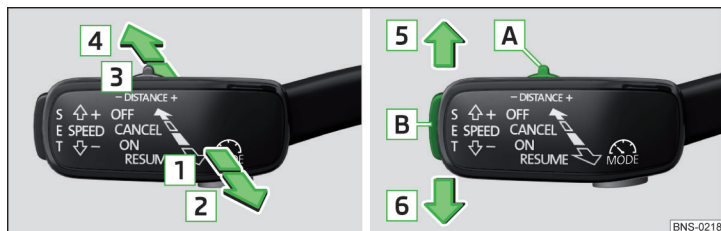

Abb. 296 Bedienungshebel
» Abb. 296
- [» Die Taste SET \[» Abb. 296 auf Seite 246\]\(#\) drücken.](#)
- [» oder: Den Hebel in die gefederte Stellung RESUME \[» Abb. 296 auf Seite 246\]\(#\) einstellen.](#)
➤ Den Hebel in die gefederte Stellung **CANCEL** » Abb. 296 auf Seite 246 einstellen.
Die gewünschte Geschwindigkeit wird mit dem Bedienungshebel eingestellt oder geändert » Abb. 296 auf Seite 246.
Die Abstandsstufe zum vorausfahrenden Fahrzeug kann mit dem Hebel » Abb. 296 auf Seite 246 oder im Infotainment » Seite 244, *Einstellungen im Infotainment* eingestellt werden.
➤ Den Schalter **DISTANCE** in die gefederte Stellung – oder + einstellen » Abb. 296 auf Seite 246.
Ein Beschleunigungsvorgang kann jederzeit durch Betätigung des Bremspedals oder den Druckpunkt **CANCEL** am Bedienungshebel » Abb. 296 auf Seite 246 abgebrochen werden. ▶